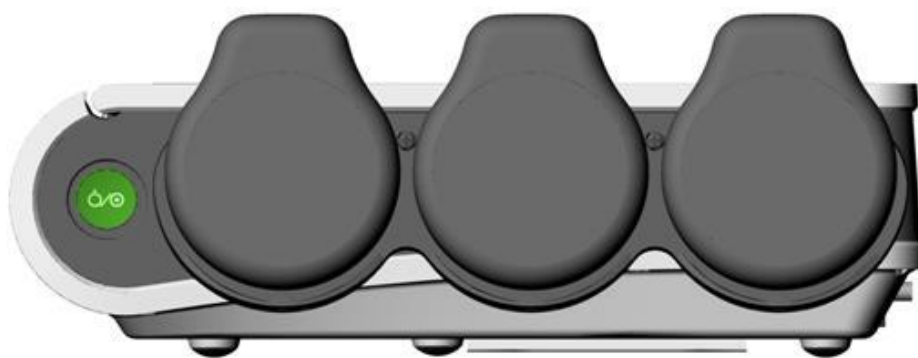

Figure 3-4 Panneau latéral droit (F15 Air)
1. Posez les capteurs sans fil conformément à la Figure 3-4 pour procéder à la charge.